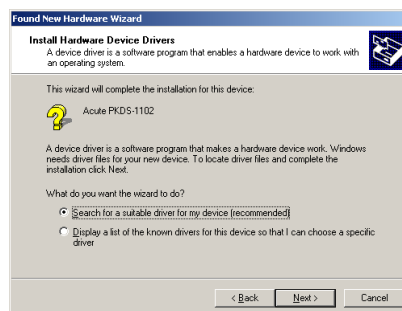

Figure 2
3. Выберите “Search find the proper driver automatically (Figure 2). Для автоматического поиска драйвера